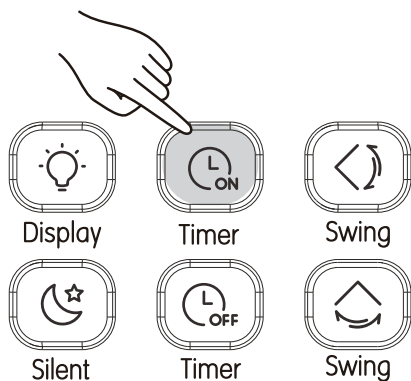

fig. 17
- Pulse (véase "fig. 17") y el mando a distancia mostrará "Temporizador On" y "0.0H" aparecerá en el área del temporizador. Ajusta ahora la configuración del temporizador activado;